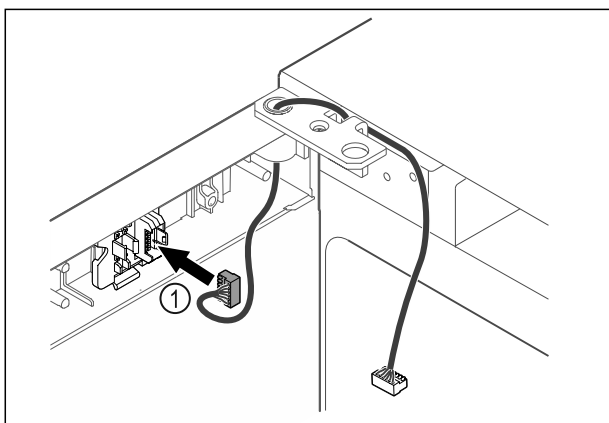

Fig. 48
- ▶ Pistke pistik Fig. 48 (1) pistikuhoidikusse.